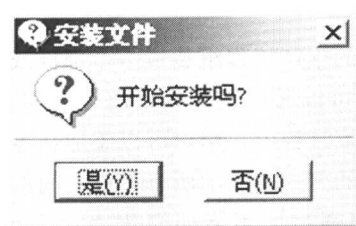

图 1-10 “安装文件”对话框
(10) 出现“安装文件”对话框,如图 1-10 所示。单击 按钮,开始安装。安装完成后,在“安装进度”对话框中单击 按钮。在出现的“安装完成”对话框中单击 按钮,退出 PTC. Setup,完成 Pro/E 2001 软件的所有安装任务。